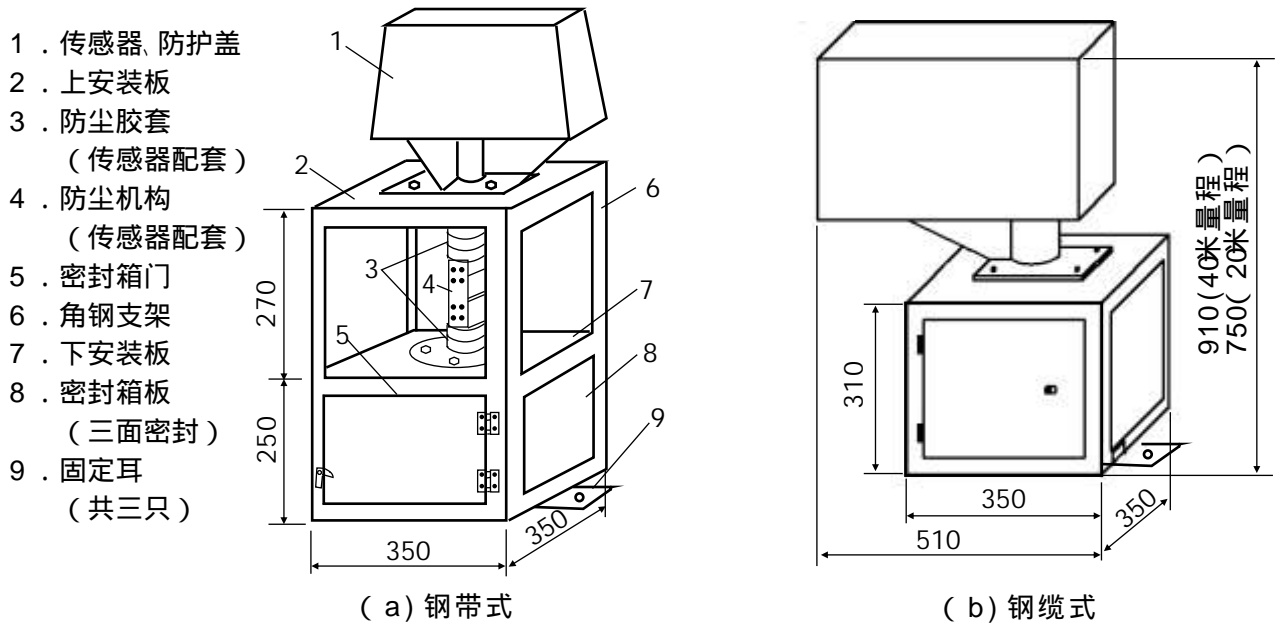

图 2 传感器外形图
传感器的外形如图 2 所示，料位计使用时传感器装在仓顶。测量点位置应选在远离下料口处。环境温度 -20 ~ 40 (特殊要求可达 -40)。传感器如露天安装应加适当防护措施，以防爆晒和雨淋。
(2) 检查“到顶信号”：量传感器端子、(6 只一排端子)并拧动电机联轴器，使重锤下降一段距离，重锤下降后该电压应为零，参照说明书第 3 页图 2 所示，用手握住 4 (防尘机构)用力向上托一下，托起时该电压应为 7V 以上。放下即变零。这表示该信号正确。